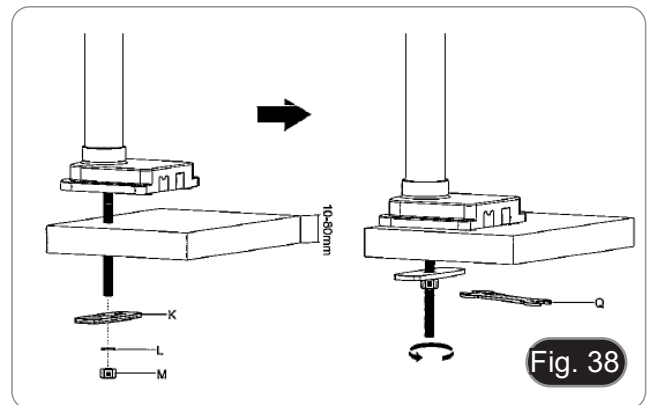

Fig. 38
6. Stecken Sie die Schraube (I) in die Bohrung des Tisches.
7. Befestigen Sie die Baugruppe mit der Befestigungsplatte (K), der Unterlegscheibe (L) und der Mutter (M).
8. Ziehen Sie die Mutter mit dem Schraubenschlüssel (Q) fest. (Fig. 38)